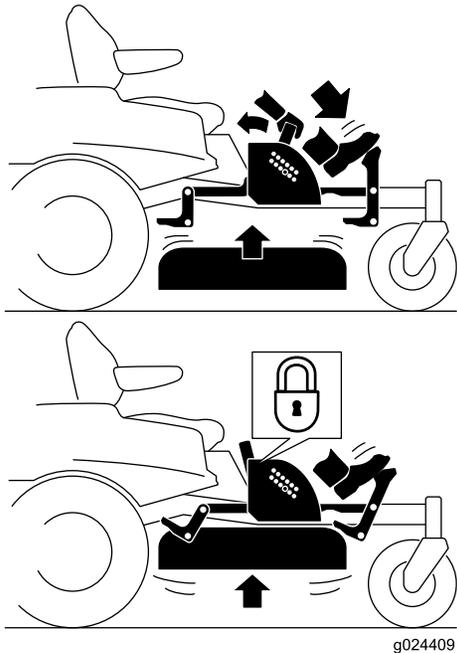

Figura 21
- Pise el pedal para elevar la carcasa; siga pisando el pedal hasta que la carcasa quede bloqueada en la posición de transporte (**Figura 21**).
- Pise el pedal de elevación de la carcasa y tire hacia atrás de la palanca de bloqueo de transporte para desactivar el bloqueo de transporte (**Figura 21**).
4. Pise el pedal de elevación de la carcasa y tire hacia atrás de la palanca para desactivar el bloqueo de transporte (**Figura 21**).